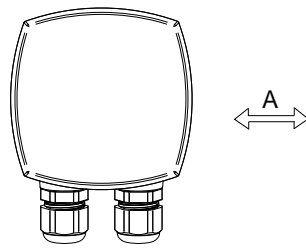

Bild 1 Einbaurichtung im Kanal (A = Volumenstromrichtung)
- Platzieren Sie den DTTC/DTTHC Transmitter im Kanal mit den Kabelverschraubungen senkrecht zur Volumenstromrichtung, siehe *Bild 1*.